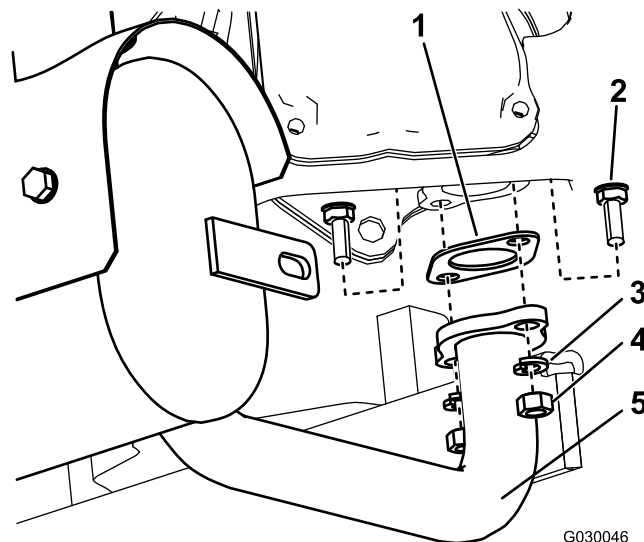

Figure 3
3. Déposez le silencieux (Figure 3).
1. Montez le nouveau silencieux et 2 joints neufs sur le moteur à l'aide des écrous (M8), des rondelles-frein et des boulons (M8) que vous avez retirés de l'ancien silencieux (voir Figure 3).